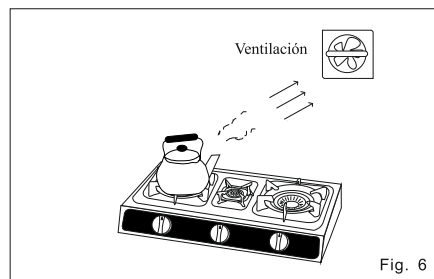

Fig. 6
- Asegúrese de que la habitación donde esta el aparato esta bien ventilada. Nunca use en lugares donde no es posible ventilar (mas de 10 minutos) (Fig.6)